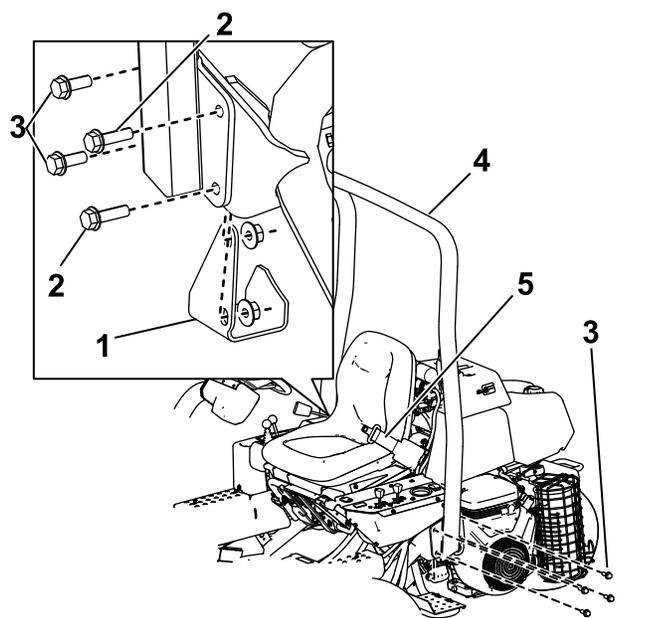

图6
2. 将翻车保护杆图6放低到安装支架上与安装孔对齐。
3. 用 4 个螺栓 1/2 x 1 1/2 英寸和锁紧螺母将翻车保护杆的左侧固定到安装支架上图6。
5. 用 2 个螺栓 1/2 x 1 1/2 英寸、2 个螺栓 1/2 x 1 1/4 英寸和锁紧螺母将翻车保护杆的右侧和先前卸下的千斤顶垫固定到安装支架上如图6所示。